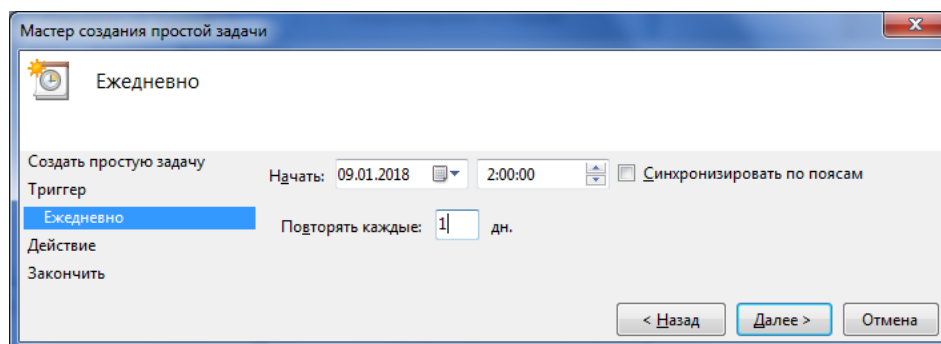

Рисунок 9.31 — Установка времени выполнения задания
- В следующем окне укажите время выполнения задания и дату начала выполнения. Рекомендуется выбрать время с минимальной активностью объектового оборудования и минимальной загруженностью серверного ПК. Обычно это ночные часы (с 1:00 до 5:00). Затем нажмите кнопку *Далее* (см. рисунок 9.31).